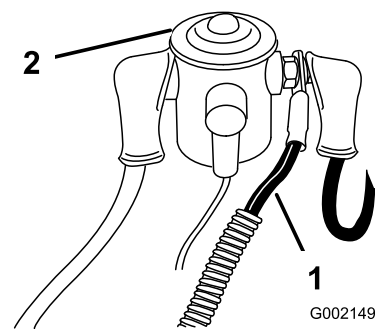

Figure 6
10. Connectez le câble rouge au côté gauche du solénoïde (Figure 6), situé sous le siège.